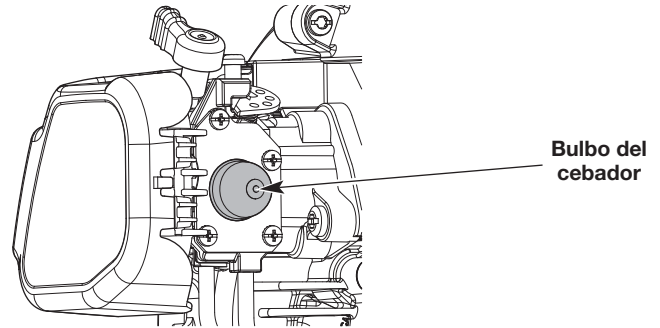

Fig. 7
3. Presione y luego suelte el bulbo del cebador lentamente **10 veces** (Fig. 7). Si no puede ver combustible en el bulbo del cebador, oprima y suelte el bulbo del cebador hasta que se vea combustible.